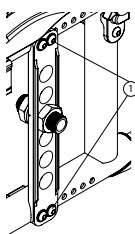

Fig. 34.1
- Retirer l'écrou (3) qui retient le axe de montage. (Fig. 34.1)
- Déplacez la douille de l'axe de montage (1), le long de la plaque de montage (2).
- Réinstallez la douille dans le trou de montage désiré et serrez l'écrou (3)